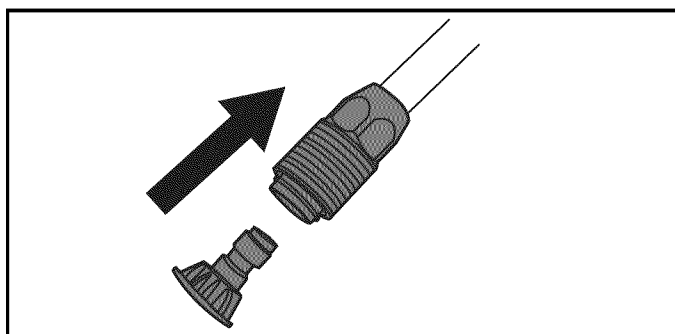
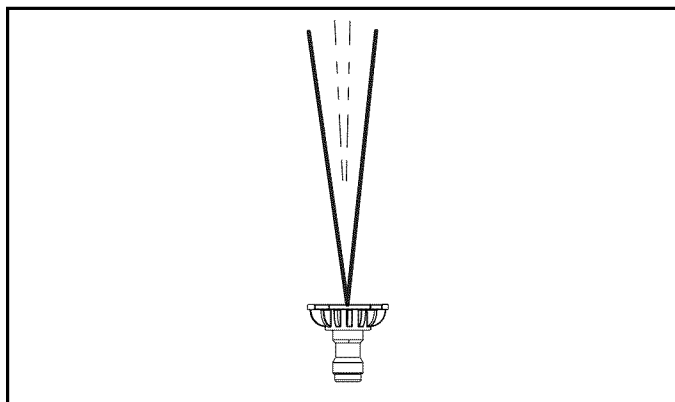

Figure 4-17. Buses
Figure 4-18. Buse de lavage à pression (verte)
1. Tirez sur le collet de la lance à branchement rapide (Figure 4-17) et installez la buse de lavage VERTE (Figure 4-18) pour les applications de lavage suivantes.